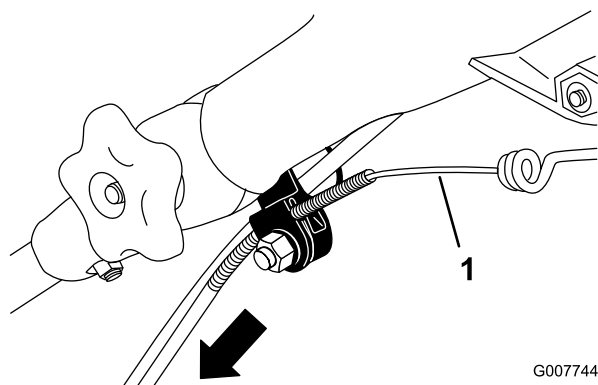

Figura 44
3. Tire hacia abajo de la cubierta del cable hasta eliminar la holgura en el cable expuesto (Figura 44).